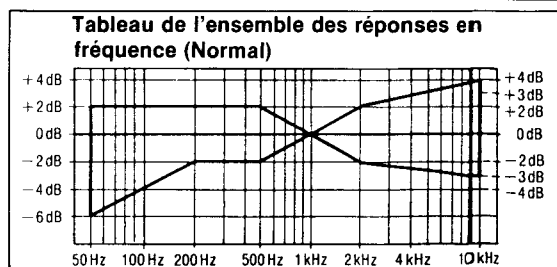

Fig. 10
- Reproduire les signaux enregistrés dans la phase 6, et vérifier si la courbe de réponse de fréquence se trouve dans les limites indiquées par la courbe de réponse de fréquence globale pour bandes normales (Fig. 10).